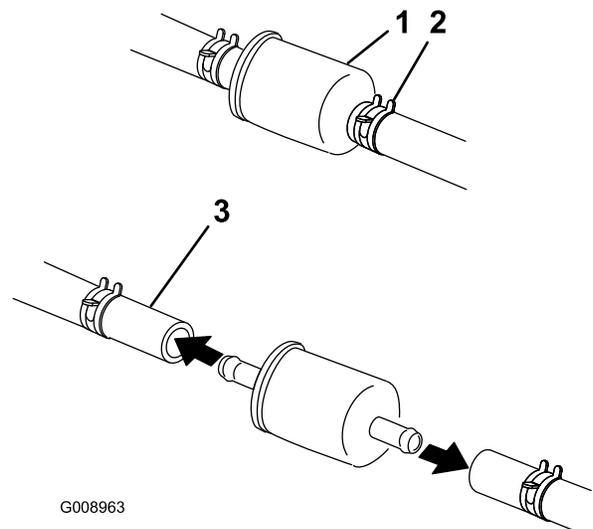

Figura 61
6. Aperte as pontas das braçadeiras e afaste-as do filtro (Figura 61).
8. Instale um filtro novo e coloque as braçadeiras junto ao filtro (Figura 61).